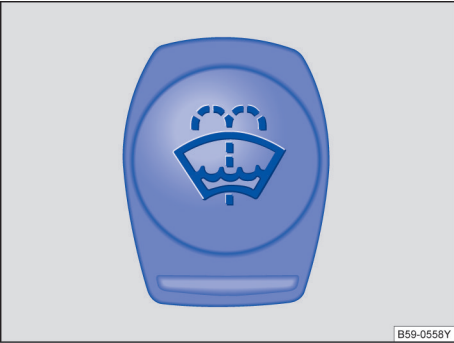

图 153 前舱内：风窗清洗液容器盖
- 车窗玻璃清洗液储液罐可通过盖子上的符号  识别 → 图 153。